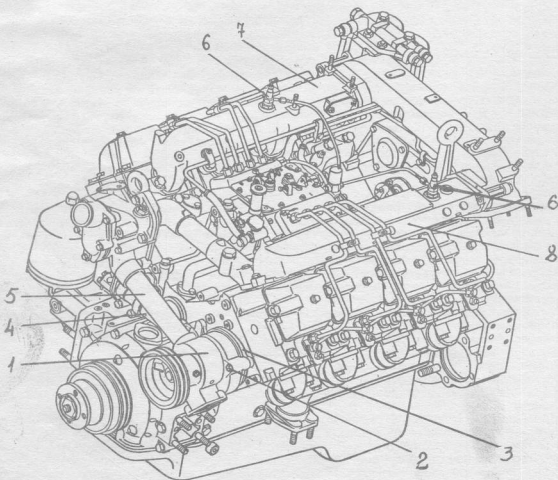

Рис. 2. Двигатель без навесного оборудования:
13. Установить и завернуть в резьбовые отверстия впускных коллекторов 7 и 8 (Рис. 2) правого и левого ряда цилиндров свечи 7 штифтовые запальные. Свечи устанавливать так, чтобы патрубки под топливопроводы были направлены в сторону развала блока цилиндров. (Ключ гаечный открытый 22 мм).